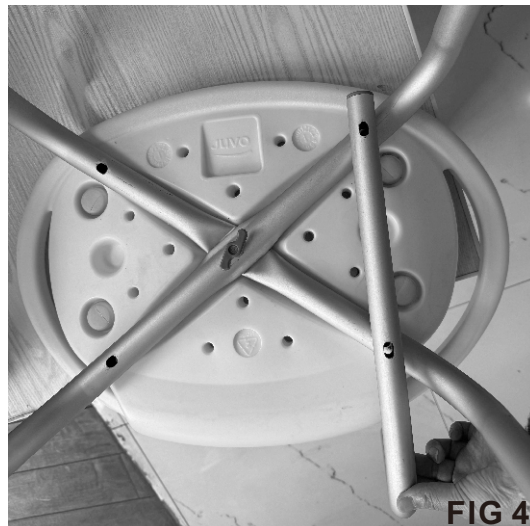

FIG 4
4. Conecte las barras de soporte del respaldo y los soportes para las piernas en forma de U a la parte inferior del asiento: coloque una barra de soporte del respaldo sobre los soportes para las piernas en forma de U de manera que los dos orificios de la barra de soporte del respaldo queden alineados con los dos orificios de los soportes para las piernas en forma de U (consulte la FIG. 4). Asegúrese de que la barra de soporte del respaldo quede hacia arriba, desde la parte trasera de la silla.